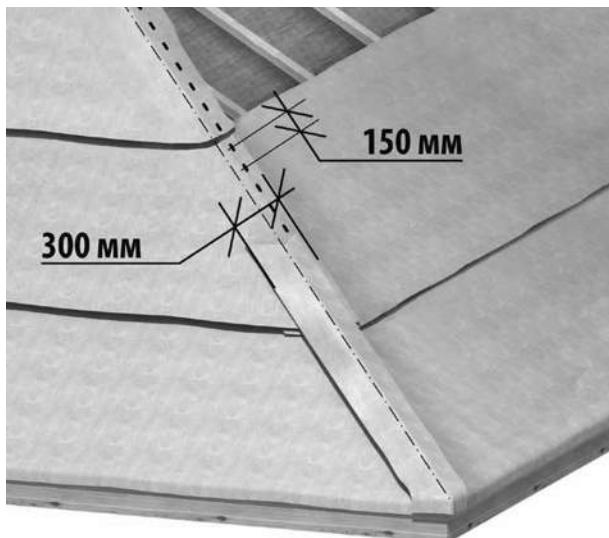

Рис. 9
- **ребром**, то пленку с двух скатов доведите до ребра и крепите строительным степлером с шагом 15 см. Затем, вдоль ребра укладывается полоса из пленки шириной не менее 30 см. Фиксация пленки производится по длинным краям полотна специальной клейкой лентой (рис. 9).